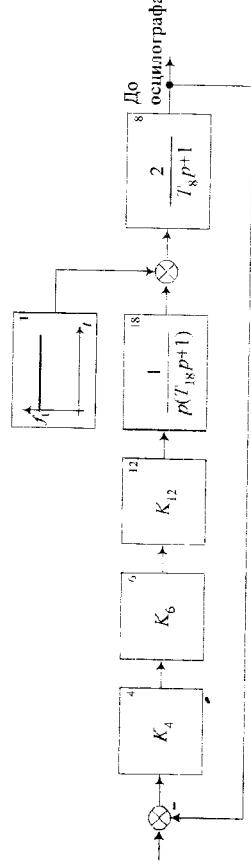
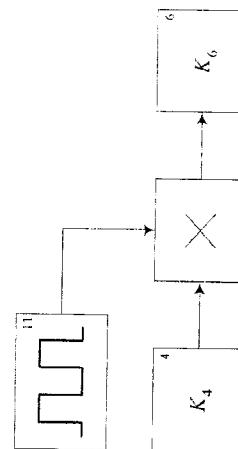

Рис. 18
Рис. 19
4. Зібрати модель неперервної замкнutoї системи, схема якої зображена на рис. 18.
5. Зібрати модель замкнutoї імпульсної системи, підключивши послідовно між елементами 4 і 6 системи, схема якої зображена на рис. 18, імпульсний елемент (рис. 19).